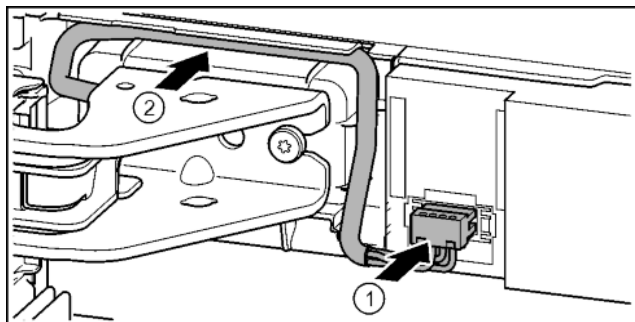

Fig. 37
- Stecker über oberen Lagerbock einrasten und Kabellitzen vorsichtig in Kanal legen. *Fig. 37 (1)*
- Graues Kabel vorsichtig in der Führung über dem oberen Lagerbock verlegen. *Fig. 37 (2)*